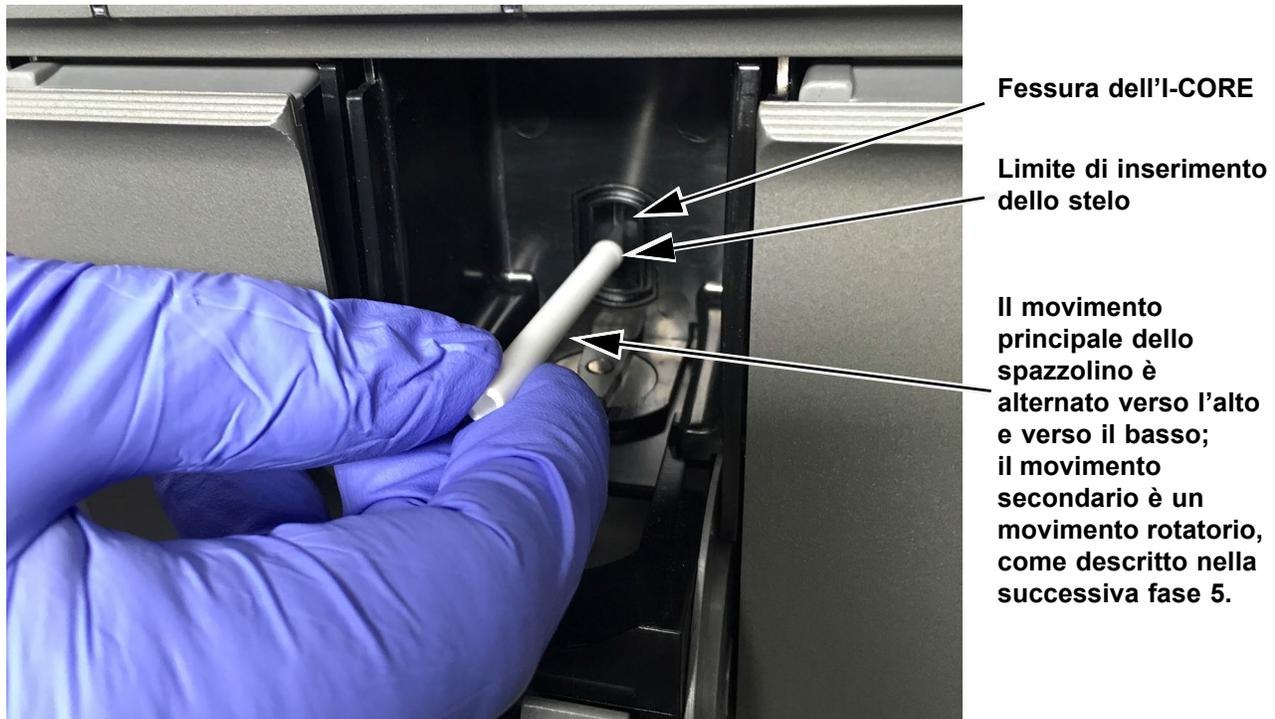

Figura 9-7. Inserimento dello spazzolino di pulizia nella fessura dell'I-CORE
4. Indossando guanti usa e getta, inserire lo spazzolino inclinato nella fessura dell'I-CORE fino al limite di inserimento dello stelo, come illustrato nella Figura 9-7.